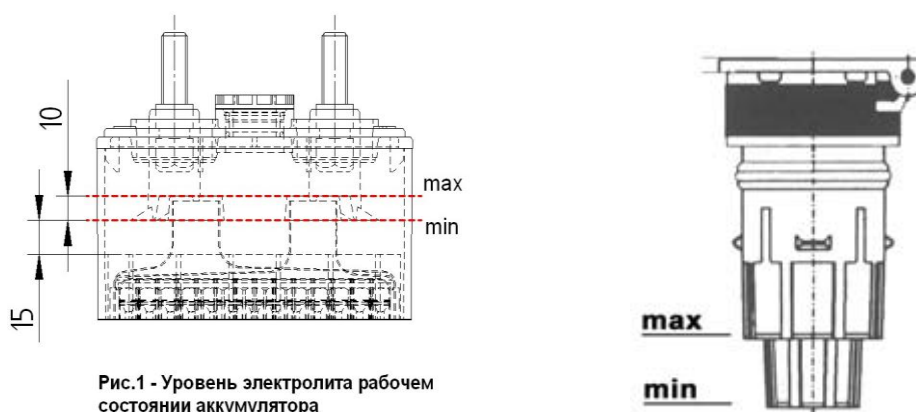

Рис.1 - Уровень электролита рабочем состоянии аккумулятора
- коррекция уровня (до 10 мм. выше уровня предохранительного щитка-см. Рисунок 1)